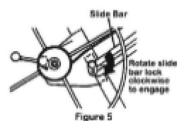

Figure 5
5. Odchyl koło wciągarki delikatnie w tył w kierunku ramy. Spowoduje to automatycznie, że blokada prowadnicy utrzyma wciągarkę w pełni rozszerzoną. (Rys. 5).